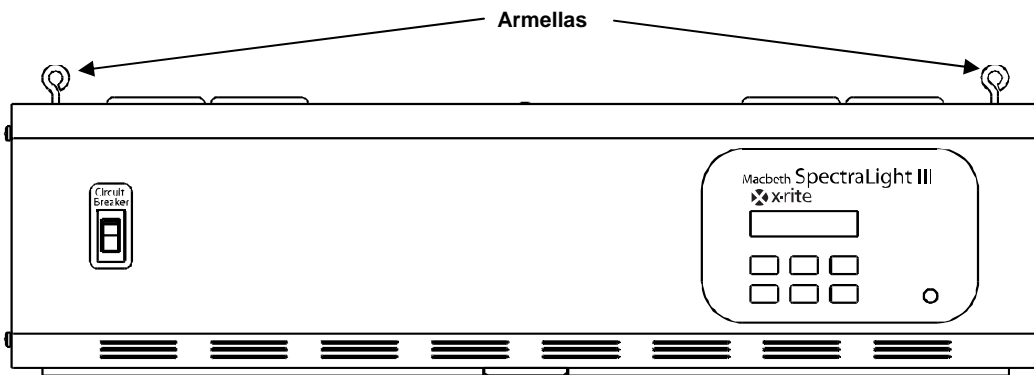

Figura 9. Luminaria de techo
2. Retire las armellas (cuatro para la luminaria sencilla, ocho para la luminaria doble) de su embalaje y atorníllelas en las tuercas situadas en la parte superior del aparato. Consulte la Figura 9.